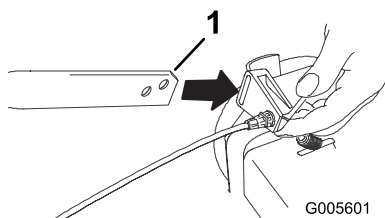

Figura 3
1. Collocate l'ancora del cavo sull'estremità sinistra della stegola inferiore (Figura 3).